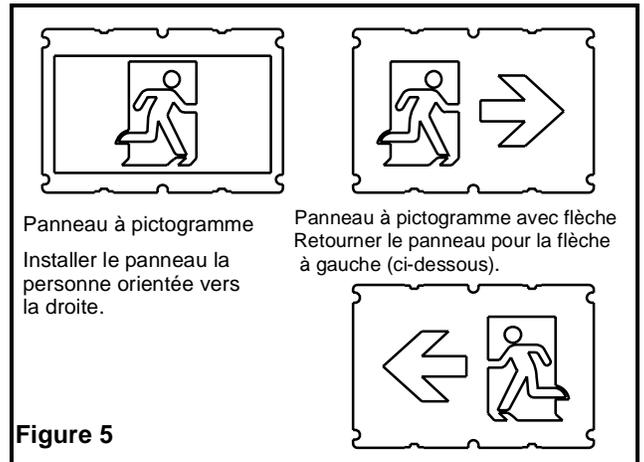

Figure 5
- Sélectionner le panneau à pictogramme voulu et l'installer, superposé au diffuseur opale. Le panneau à pictogramme sans flèche sera installé orienté vers la droite (voir figure 5).